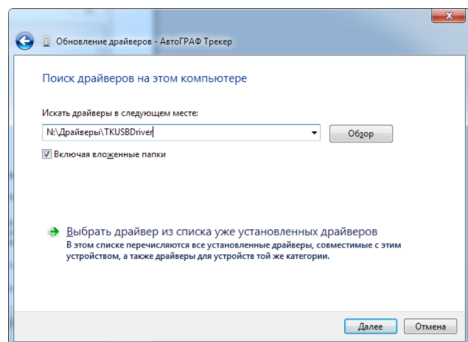

Рис.44. Указание пути к драйверам
4. Задайте путь к папке, в которую был распакован архив с драйверами (Рис.44). Выполните установку драйверов.